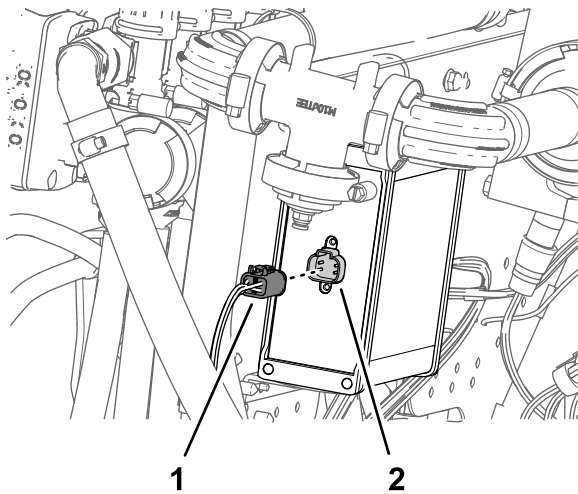

Figure 133
4. Branchez le connecteur à 4 douilles étiqueté TO ASC 10 au connecteur à 4 broches du contrôleur ASC 10 (Figure 133).